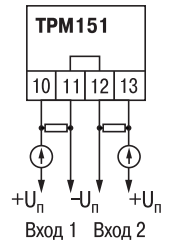

Рис. 21
3. Для питания нормирующих преобразователей необходим дополнительный источник постоянного напряжения U_n . На рис. 21 показаны схемы подключения датчиков с унифицированным выходным сигналом 4...20 мА к приборам по двухпроводной линии. Значение напряжения U_n указывается в технических характеристиках нормирующего преобразователя и, как правило, лежит в диапазоне 18...36 В.